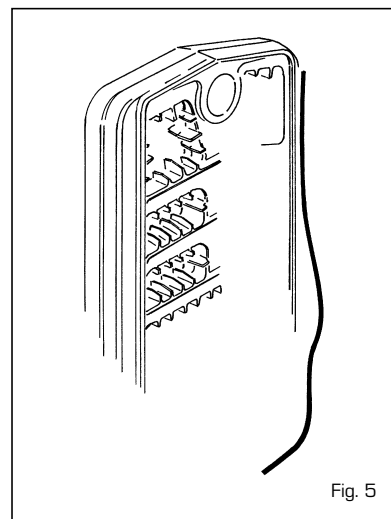

Fig. 5
- colocar la masilla (fig. 5) en la ranura prevista para la estanqueidad de los humos, aplicando una ligera presión;